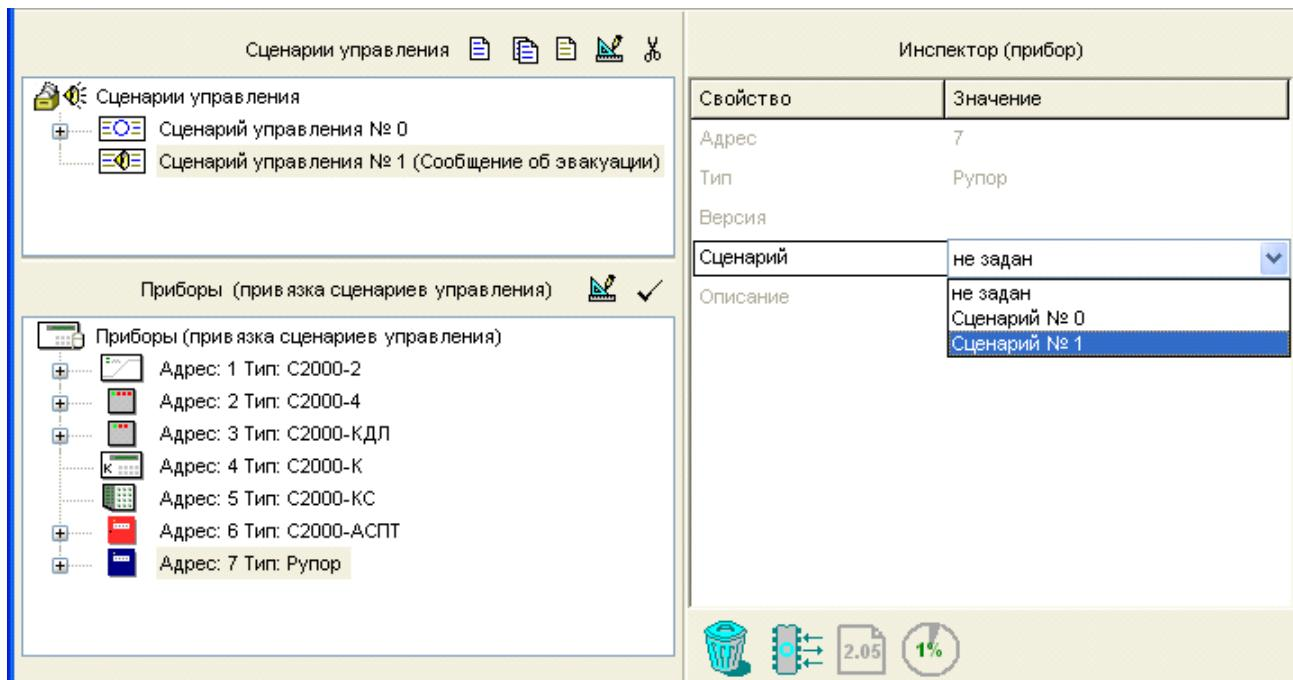

Рисунок 46
- Привязать создаваемый сценарий управления к нужному прибору «Рупор» или «Рупор-01». Для этого следует в окне сценариев управления отметить нужный сценарий управления, затем в нижнем окне выбрать нужный прибор и либо нажать кнопку в палитре окна привязки, либо выбрать нужное значение параметра «Сценарий» в окне «Инспектор» (см. Рисунок 46). К одному прибору «Рупор» можно привязать только один сценарий голосового оповещения, в то время как один и тот же сценарий можно привязать к нескольким приборам «Рупор», которые в этом случае будут управляться синхронно, как одно целое.